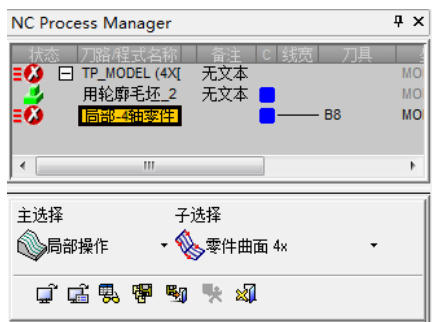

图 4-10 “NC Process Manager”对话框(1)
1) 创建程序。单击“加工向导”工具栏上的“加工程序”按钮 ，弹出“NC Process Manager”对话框(1)，“主选择”为“局部操作”，“子选择”为“零件曲面 4X”，如图 4-10 所示。